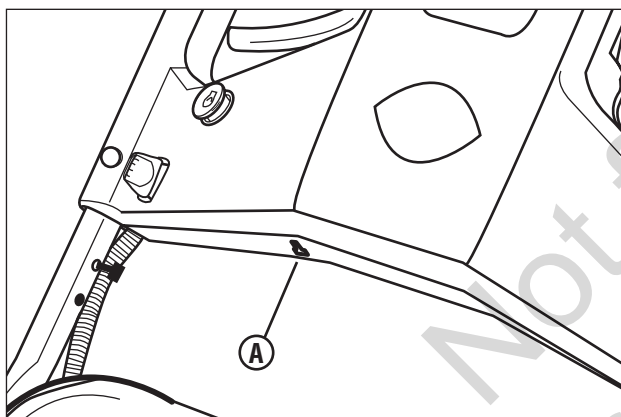

Figura 11: Puerto de carga de la batería
1. Con la ayuda del cargador suministrado, enchufe el conector del cargador en el puerto de carga de la batería (**A, Figura 11**). Enchufe el cargador en un tomacorriente y cargue la batería durante 12-24 horas. (Si la tiene cargando durante más tiempo, la batería resultará dañada.)